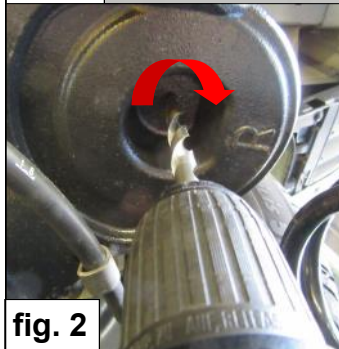

fig. 2
2. Boor een gat van $\varnothing 11\text{mm}$ in het midden van verdiepte gedeelte van de draagarm. (Zie fig. 2). Behandel het geboorde gat met een corrosie werend materiaal.
2. Drill a hole of $\varnothing 11\text{mm}$ at the center of the deepened part of the support arm (See fig. 2). Treat the drilled hole with a corrosion resistant material.
2. Bohren Sie ein Loch mit einem Durchmesser von $\varnothing 11\text{mm}$ in der Mitte des vertieften Teil des Tragarmes (Siehe Abb. 2). Behandeln Sie die Bohrung mit einem korrosionsbeständigen Material.
2. Percez un trou d'un diamètre de **11mm** au centre de la partie évidée du bras de support. (Voir fig. 2).
2. Percez un trou d'un diamètre de **11mm** au centre de la partie évidée du bras de support. (Voir fig. 2). Traitez le trou percé avec un matériau résistant à la corrosion.